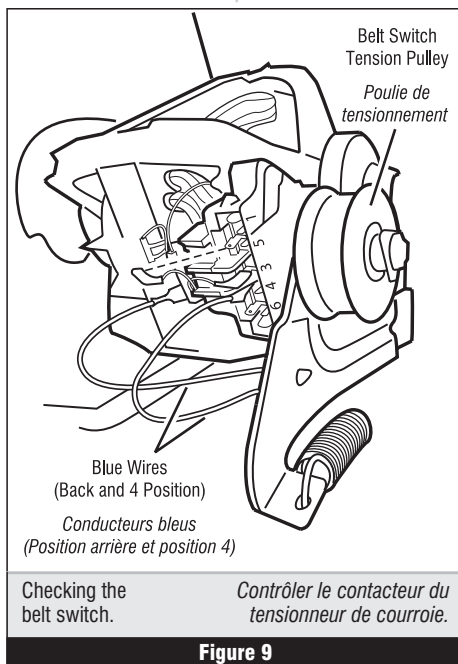

Figure 9
8. Check the belt switch by measuring resistance between the two blue wires, as shown in figure 9, page 8, while pushing up the belt switch tension pulley.
8. Contrôler le contacteur du tensionneur de courroie : mesurer la résistance entre les deux conducteurs bleus (voir la figure 9, page 8), tout en poussant vers le haut la poulie de tensionnement.